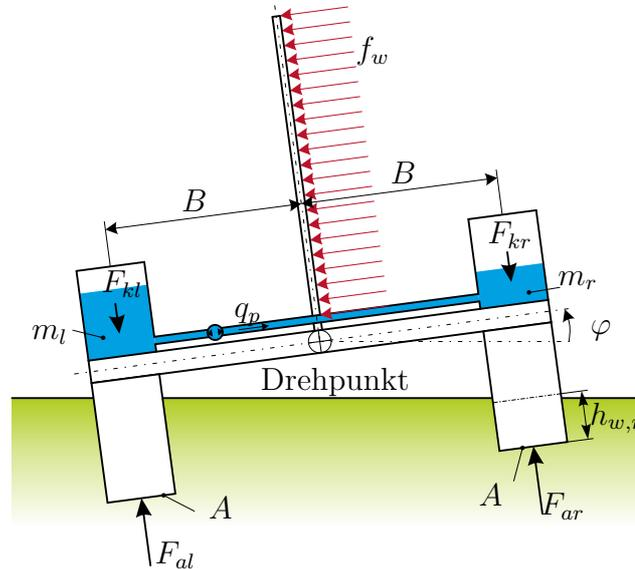
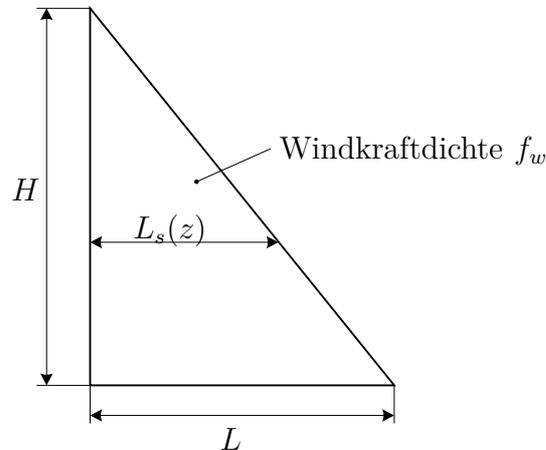

Abbildung 1: Prinzipskizze des Schiffes.
Abbildung 2: Geometrie des Segels.
1. Gegeben ist das in Abb. 1 dargestellte Schiff (Katamaran), bestehend aus einem dreieckförmigen Segel (Länge  $L$ , Höhe  $H$ , vgl. Abb. 2), zwei Auftriebskörpern mit der Grundfläche  $A$  sowie einem Rollkompensationssystem mit zwei Wassertanks. Wirkt auf das Segel die Windkraftdichte  $f_w$ , so erfolgt eine Drehung  $\varphi$  des Schiffes um die Rollachse. Um dieser Drehung entgegenzuwirken, kann Wasser vom linken in den rechten Tank umgepumpt werden.
mit der Segellänge  $L_s$ , siehe Abb. 2.